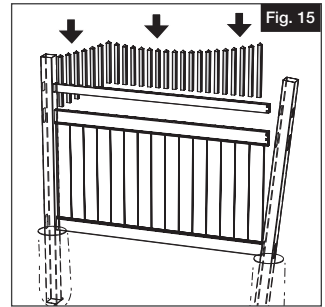

Fig. 15
- Inserte las tablas en punta hacia abajo por los travesaños superior e intermedio (Fig. 15).